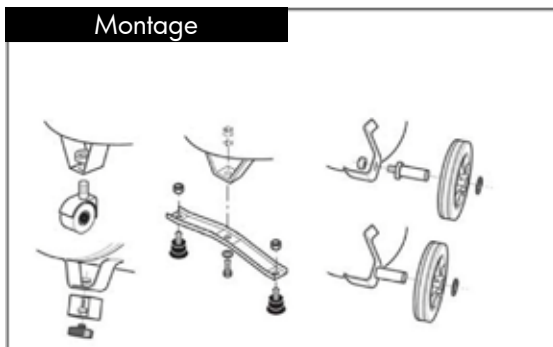

Fig. 3 Montage des roues
3. Montez les roues et/ou les pieds antivibratoires (voir figure 3).